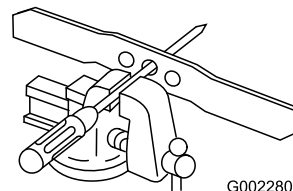

Figura 32
1. Verifique o equilíbrio da lâmina colocando o orifício central sobre um prego ou a haste de uma chave de fendas, presos na horizontal num torno (Figura 32).